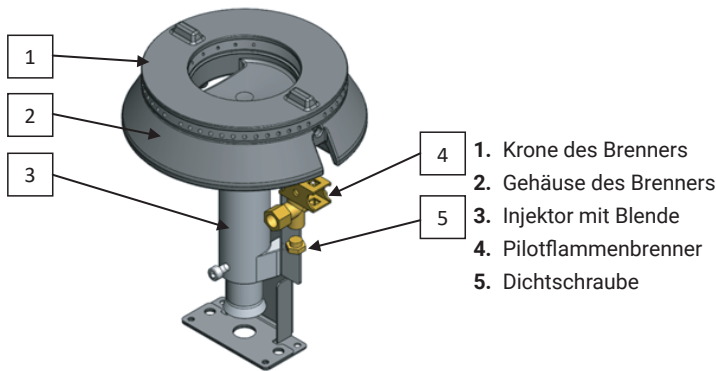

Bild 18. Der Aufbau des Brenners am Beispiel des Brenners 7kW.
1. Wenn man den Herd von dem Erdgas auf das Propan- oder Propan-Butan-Gas umstellt, sollte man die Dichtschraube abschrauben, die sich unten am Kontrollbrenner (Pilot) befindet und als nächstes die Düse des Kontrollbrenners mit der Eigenschaft 40 abschrauben und die Düse mit der Eigenschaft 20 anschrauben, bis sich ein Widerstand regt. (Für das Propan- und Propan-Butan-Gas wird dieselbe Schraube verwendet). Als nächstes, die Dichtungsschraube anschrauben (Bild 18, Pos. 5). Den Kontrollbrenner zünden. Die Flamme sollte das Thermoelement erwärmen und mit heller Flamme brennen. Wenn es nicht so ist, sollte die Luftzufuhr mit Hilfe Blende, die sich im oberen Teil des Kontrollbrenners befindet reguliert werden